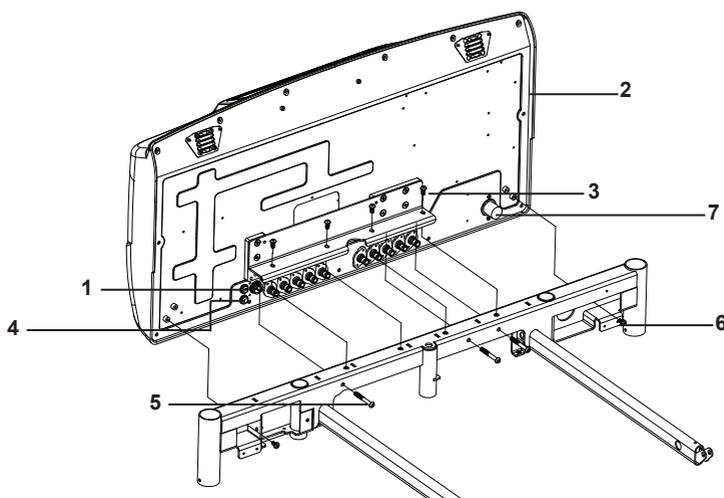

Рис. 3. Блок управления надувным матрасом и крепежный кронштейн
- Если крепежный кронштейн блока управления надувным матрасом (рис. 3, пункт 1) еще не установлен, установите его на задней панели блока управления надувным матрасом (2) при помощи шести винтов с шестигранными головками (4).
8. Приподнимите блок управления надувным матрасом и слегка наклоните его вперед, затем плавно опустите на каркас кровати. Осторожно совместите отверстия вверху крепежного кронштейна с отверстиями на каркасе. Когда блок управления надувным матрасом ляжет на каркас, аккуратно поверните его в полностью вертикальное положение и следите за тем, чтобы разъем подключения на блоке управления располагался над отверстием в каркасе (см. рис. 3, пункт 7). Соблюдайте осторожность, чтобы не повредить разъемы воздушных шлангов.
10. Вставьте четыре винта Philips с цилиндрическими головками в верхнюю часть крепежного кронштейна (рис. 3, пункт 3) (пока не затягивайте).
13. Вставьте два винта Philips с цилиндрическими головками (рис. 3, пункт 6) в нижние углы справа и слева в задней части блока управления. Затяните до усилия 10 Н·м.